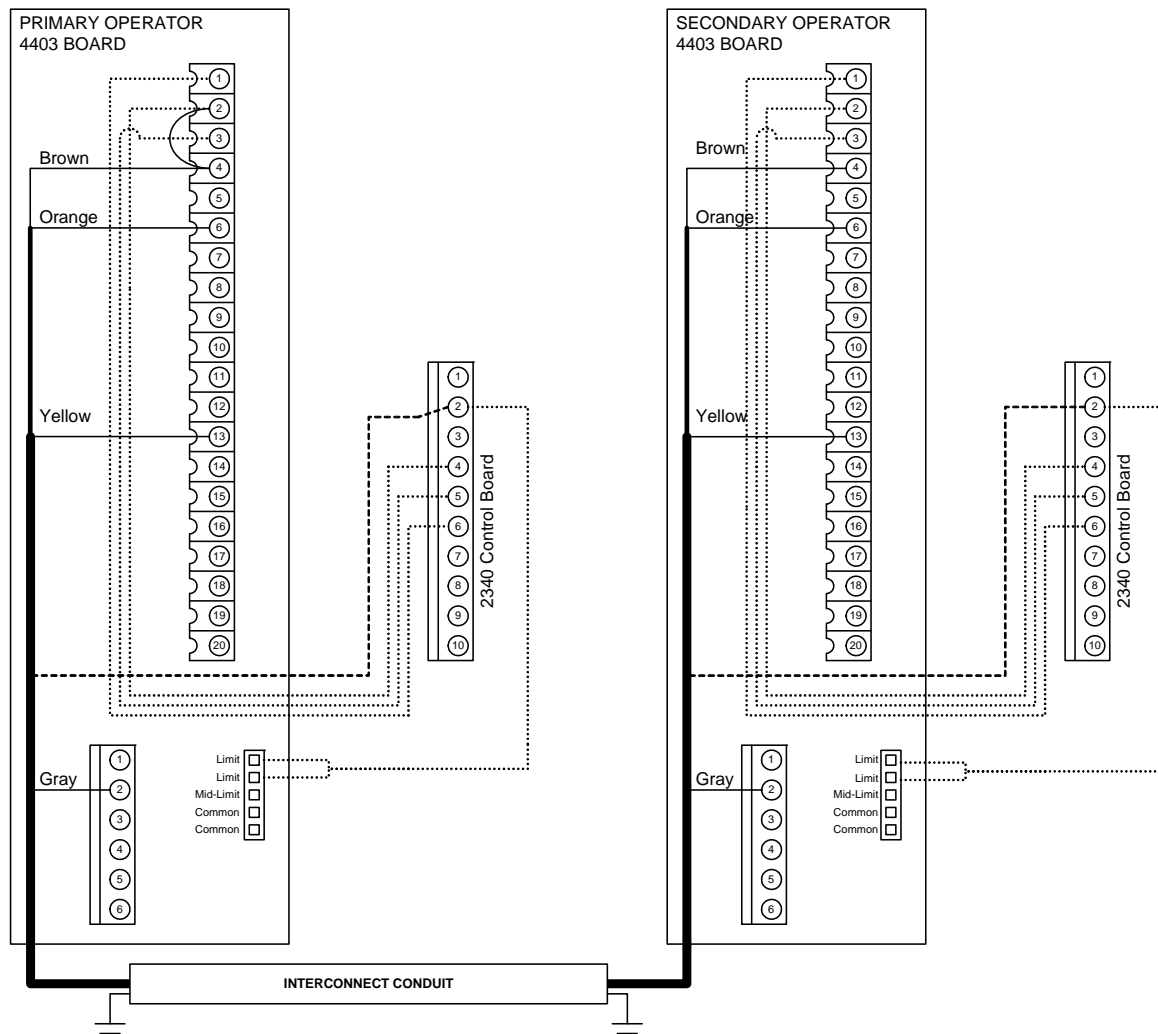

Figura 8
- Sistemas de puerta corrediza utilizan dos operadores principales más bien que una combinación de primaria/secundaria para crear las puertas corredizas duales. Instale el cableado de los operadores de puerta corrediza según lo demostrado en la Figura 8. El código de color demostrado asume el uso del cable de la interconexión de DoorKing. Pida la pieza número 2600-755 (30 pies), 2600-756 (40 pies), 2600-757 (50 pies).